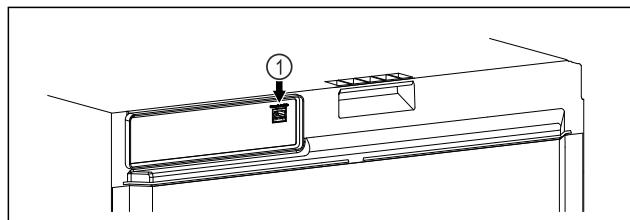

Fig. 105
SmartModule Fig. 105 (1) je nasadený.